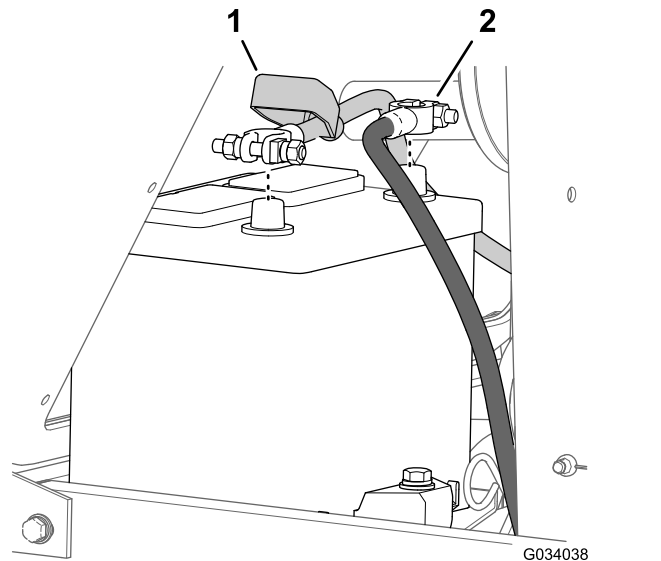

Figure 54
2. Débranchez le câble négatif (-) de la borne de la batterie (Figure 54).
3. Écartez le capuchon isolant du collier de câble de batterie (Figure 54).
4. Débranchez le câble positif (+) de la borne de la batterie (Figure 54).
7. Connectez le câble positif (+) à la borne positive de la batterie (Figure 54).
8. Connectez le câble négatif (-) à la borne négative de la batterie (Figure 54).